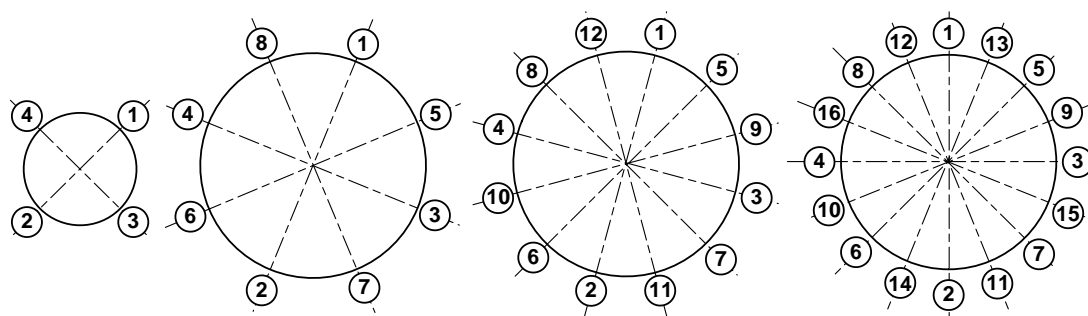

Рис. 4. Очередность затяжки гаек на фланцах.
3.2.4.4. Затяжка гаек при установке ЭМР (имитатора) в трубопровод должна производиться в очередности, обозначенной на рис.4, динамометрическим ключом с крутящим моментом не более, указанного в табл.2. **В случае превышения усилия затяжки возможно повреждение ППР, вызывающее протечку жидкости во внутреннюю полость ЭМР.**